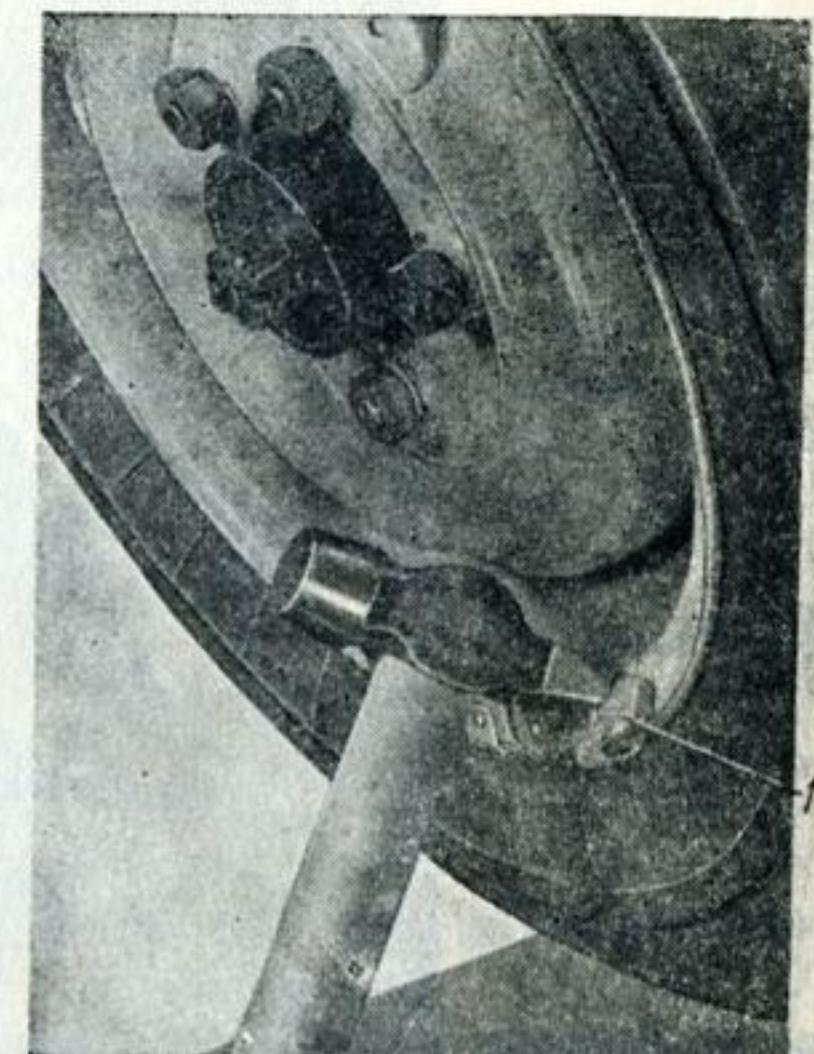

Рис. 43. Удаление балансировочного грузика:
1. Снимают балансировочные грузики, ударяя молотком по внутренней кромке грузика так, чтобы он повернулся (рис. 43), после этого грузик легко снимается.
5. Когда место установки грузиков и их количество определены, грузики делят на две равные части и окончательно закрепляют их на ободе колеса (подколачивая молотком, см. рис. 43) — одну часть с наружной стороны, а другую с внутренней стороны обода. Такое распределение и крепление грузиков на ободе обеспечит не только статическую балансировку, но и уменьшит возможный динамический дисбаланс колеса.